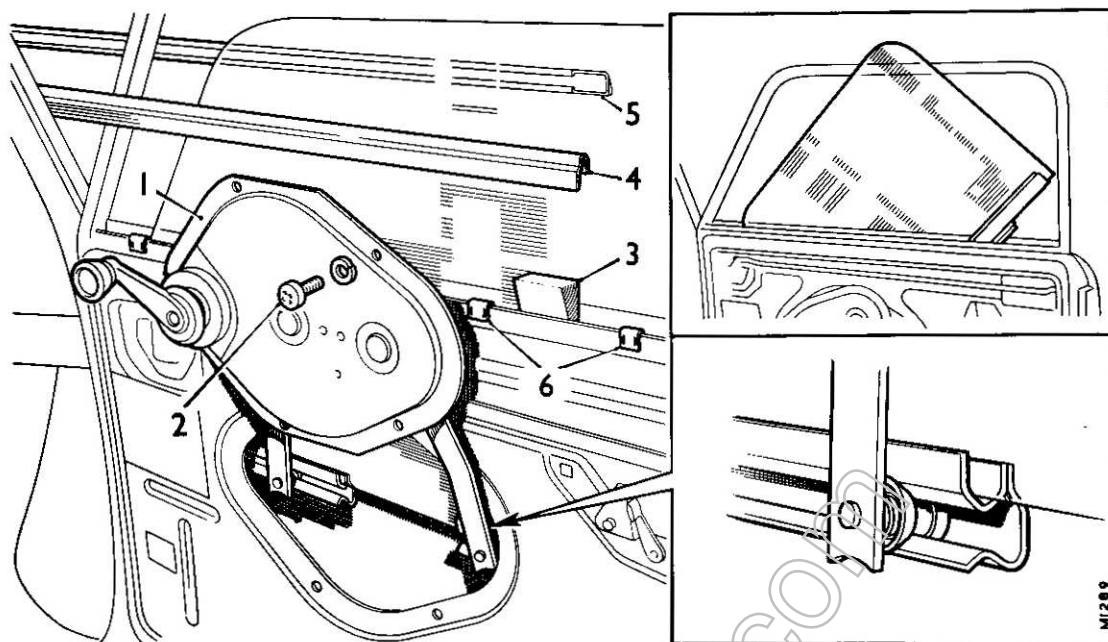

Fig. Rb.8
- (1) Rimuovere la maniglia di comando interno della serratura, la maniglia dell'alzacristallo ed il pannello di rivestimento. Se necessario, rimuovere le strisce di nastro adesivo.
- (2) Rimuovere le modanature interne ed esterne filo cintura (Fig. Rb.8).
- (3) Svitare le viti di fissaggio dell'alzacristallo; alzare il cristallo sino a mezzavia della sua corsa (usare la maniglia dell'alzacristallo) e piazzare sotto il cristallo dei blocchi di legno per mantenerlo in questa posizione durante il distacco dell'alzacristallo.
- (4) Allontanare l'alzacristallo dalla porta e ruotare la maniglia di comando sino a quando i bracci si trovano in posizione verticale (Fig. Rb.8). Liberare i bracci dal canalino muovendo l'alzacristallo verso il bordo anteriore della porta per sganciare il braccio posteriore e verso il bordo posteriore per sganciare il braccio anteriore.
- (5) Rimuovere i blocchi di legno da sotto il cristallo; orientare il cristallo verso la posizione indicata in Fig. Rb.8 e rimuoverlo dalla porta.
- (6) Eseguire le operazioni del distacco nell'ordine inverso e tener presente le seguenti istruzioni:-
- (7) Al rimontare il cristallo assicurarsi che poggi nel canalino e, per facilitare il rimontaggio dei bracci dell'alzacristallo, mantenerlo nella posizione indicata nella Figura Rb.8 mediante blocchi di legno. Stendere uno strato di sigillante attorno alla piastra di montaggio dell'alzacristallo.
- (8) Prima di rimontare le modanature filo cintura, assicurarsi che le mollette di pressione siano disposte a intervalli uguali.
- (9) Al rimontare la modanatura interna, montare l'estremità anteriore a contatto della guarnizione di gomma del canalino, prima di procedere al montaggio dell'altra estremità.
- (10) Riappiccicare nuove strisce di nastro adesivo.